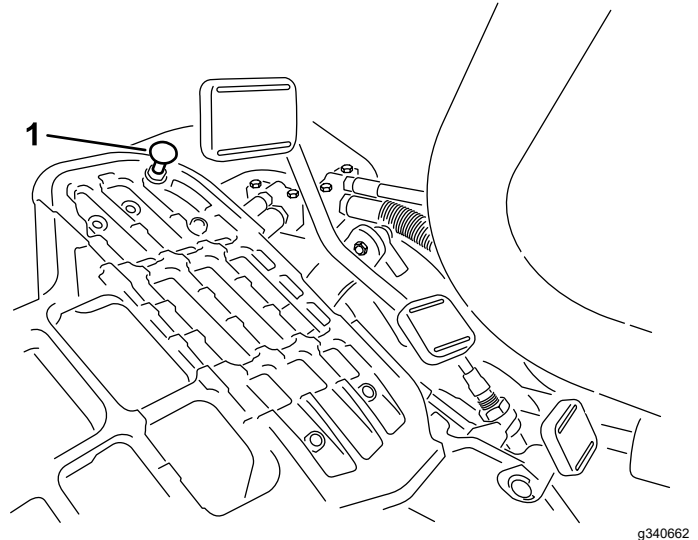

Bild 44
Stellen Sie den Funktionsschalthebel in die TRANSPORT-Stellung und treten Sie auf das Fahrpedal, um die maximale Transportgeschwindigkeit zu erreichen. Wenn das Pedal den Anschlag erreicht (Bild 44), bevor das Kabel gespannt ist, fhren Sie folgende Einstellungsschritte aus:
1. Stellen Sie den Funktionsschalthebel in die TRANSPORT-Stellung lsen Sie die Sicherungsmutter, mit der der Pedalanschlag an der Bodenplatte befestigt ist (Bild 44).